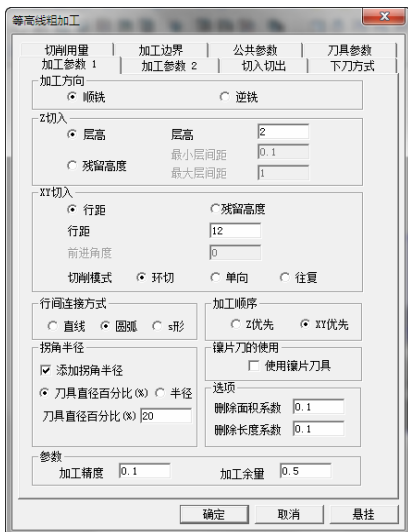

图 8-162 “加工参数 1”选项卡
1) 选择下拉菜单“加工”→“粗加工”→“等高线粗加工”或单击“等高线粗加工”按钮, 弹出“等高线粗加工”对话框。单击“加工参数 1”选项卡, 设置“加工方向”为“顺铣”, “Z 切入”为“层高”, “XY 切入”为“行距”, “切削模式”为“环切”, “行间连接方式”为“圆弧”, “加工顺序”为“XY 优先”。“层高”“行距”“加工精度”“加工余量”参数数值如图 8-162 所示。